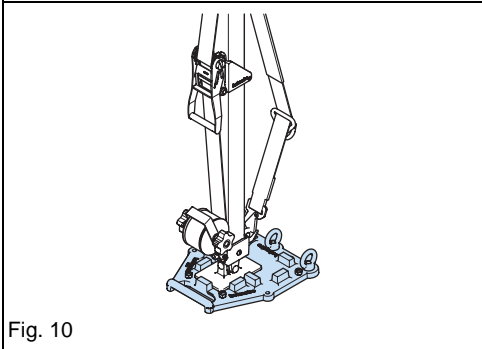

Fig. 10
- 如果地面太软，在底座下面加放底部支撑板。参见 3.5 参见 Fig. 10 部分。